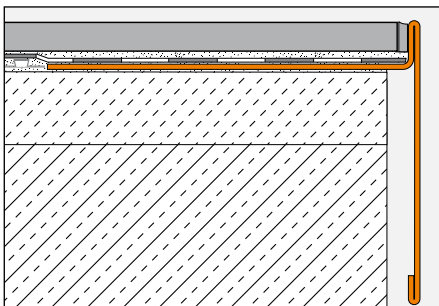
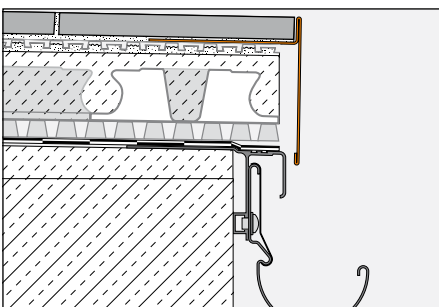

Fig. 4
Fig. 5
Mise en œuvre en pose collée en combinaison avec un revêtement carrelé avec BARA-RT (Fig. 4 et 5)
2. Poser BARA-RT de façon à noyer l'ailette de fixation à perforations trapézoïdales en bordure du support (Fig. 4) dans le lit de mortier ou dans la couche de mortier-colle s'il s'agit d'une mise en œuvre sur la natte de drainage Schlüter-DITRA-DRAIN (Fig. 5) préalablement collée.
3. Lors de l'utilisation de DITRA (Fig. 4), coller la natte en butée contre l'ailette de fixation du profilé. Le raccordement avec le profilé doit se faire avec une bande d'étanchéité Schlüter-KERDI-KEBA.